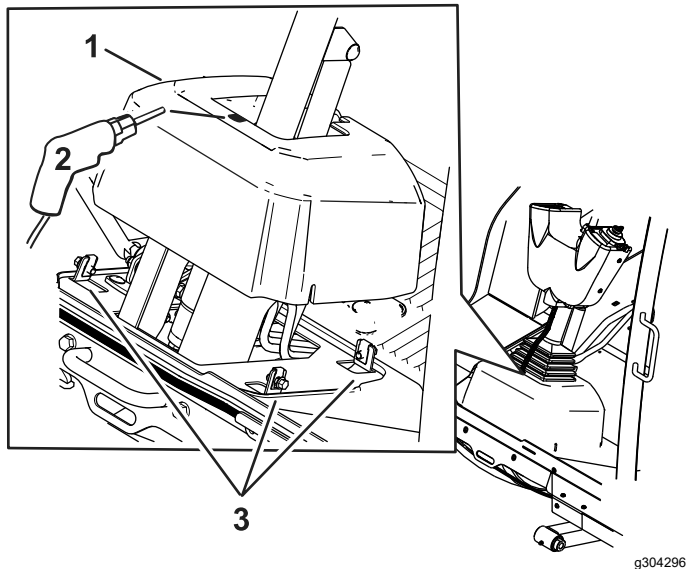

Bild 8
8. Lösen Sie die Schrauben um den Lenksäulenfuß (Bild 8).
9. Heben Sie den Lenksäulenfuß an und bohren Sie ein 22 mm großes Loch, wie in Bild 8 dargestellt.